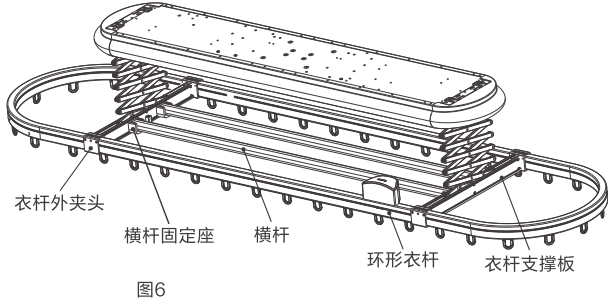

图6
- 如图6, 用M5×45mm机丝将环形衣杆与衣杆支撑板固定(注意: 不要锁得太紧, 以免影响衣物转动)。